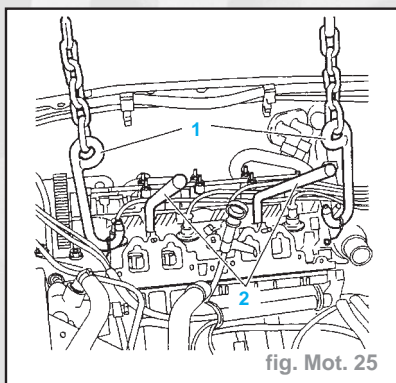

fig. Mot. 25
- Poser les outils (1) et (2) (références : **2517-TB et 149-T**) (fig. Mot. 25).